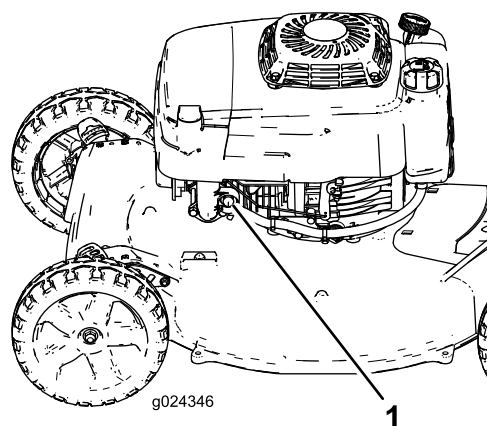

Figura 14
2. Apăsăți ferm pistonul (Figura 14), ținându-l timp de o secundă.